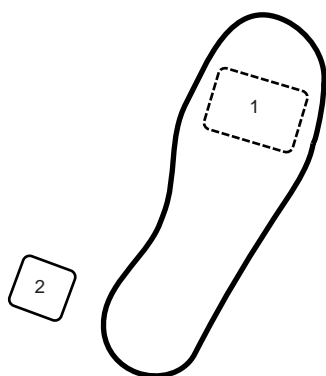

Figure 7
**Pédale de déplacement** (Fig. 6)—La pédale de déplacement a trois fonctions : 1) elle permet de se déplacer en marche avant, 2) en marche arrière et 3) d'arrêter la machine. Appuyer sur le haut de la pédale avec le bout du pied droit pour sélectionner la marche avant ; appuyer sur le bas de la pédale avec le talon du même pied pour sélectionner la marche arrière ou faciliter l'arrêt en marche avant. On peut aussi laisser la pédale revenir à la position neutre, ou la ramener à cette position, pour arrêter la machine. Ne pas poser le talon sur le bas de la pédale lorsque la machine se déplace en marche avant (Fig. 7).